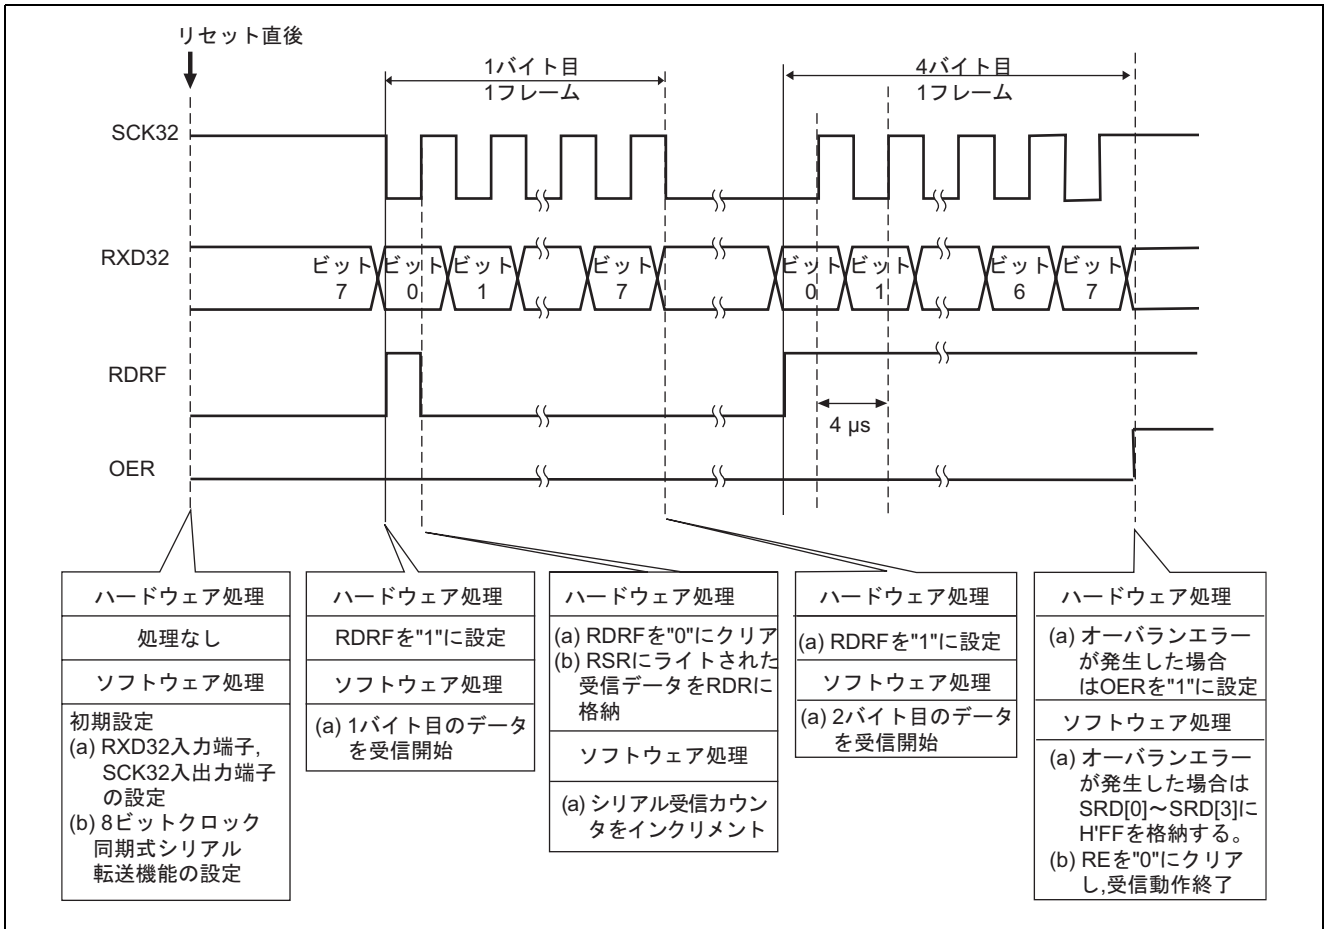

図3 クロック同期式シリアルデータ受信の動作説明
(1) 図3に動作説明を示します。図3に示すようなハードウェア処理, およびソフトウェア処理によりクロック同期式シリアルデータ受信を行ないます。